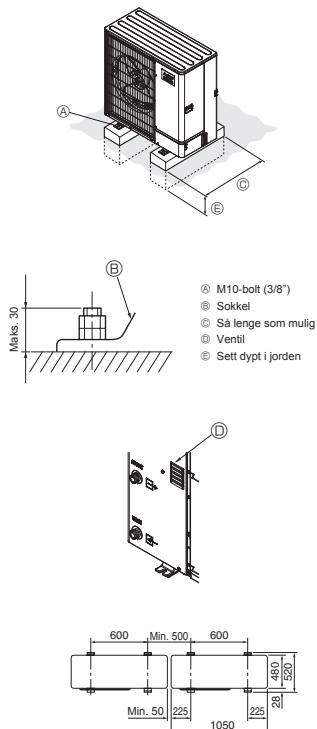

Fig. 3-1
- Se til at du installerer enheten på en solid, jvn overflate for å forhindre klaprelyder under drift. (Fig. 3-1)